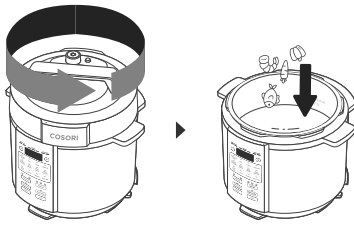

Abbildung 4.1
- 1. Drehen Sie den Deckel gegen den Uhrzeigersinn und heben Sie ihn zum Abnehmen an. Geben Sie die Zutaten in den Innentopf. **[Abbildung 4.1]**